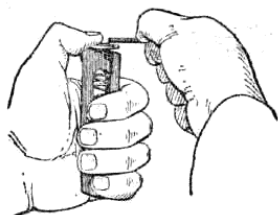

Рис. 79. Сборка магазина выбрасывателя
1. **Собрать магазин.** Удерживая корпус магазина в левой руке так, чтобы выступ для защелки магазина был впереди и вверху, правой рукой вложить подаватель в корпус магазина. Вставить в корпус магазина пружину подавателя неотогнутым концом вниз и, поджимая пружину большим пальцем левой руки (рис. 79), правой рукой надвинуть крышку на загнутые ребра корпуса так, чтобы отогнутый конец пружины заскочил в отверстие крышки.